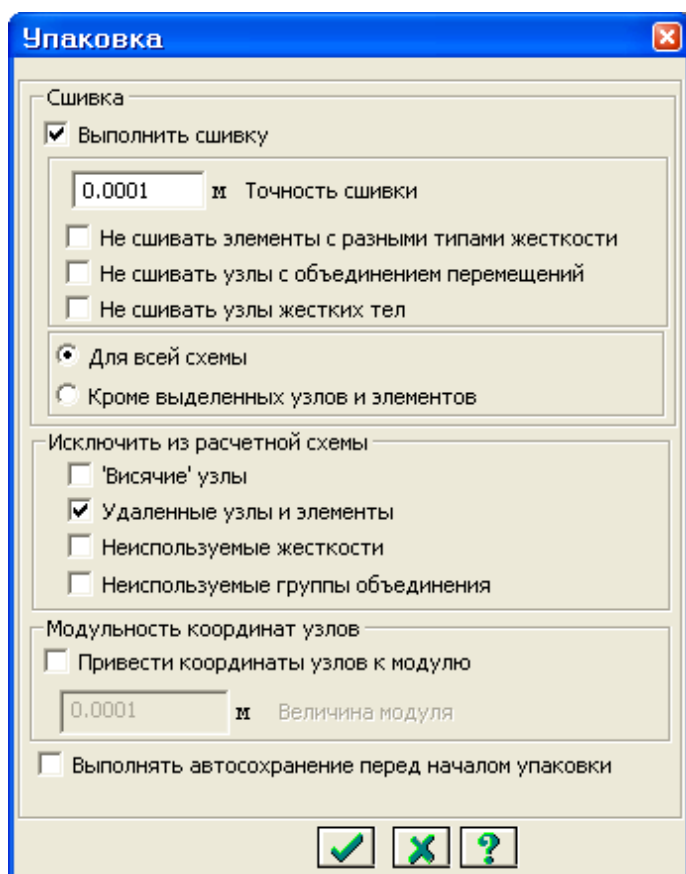

Рис.4.7. Диалоговое окно Упаковка
- С помощью меню **Схема** ⇒ **Корректировка** ⇒ **Упаковка схемы** (кнопка  на панели инструментов) вызовите диалоговое окно **Упаковка** (рис.4.7).